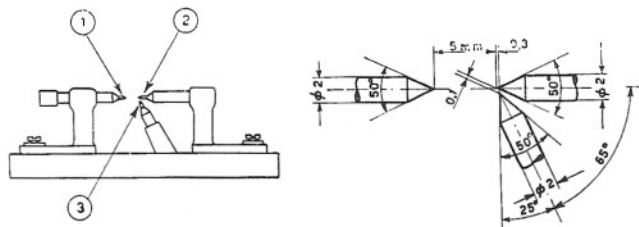

Fig. 12/D - Spinterometro a 3a. punta ionizzatrice
- Un circuito A. T. comprendente lo spinterometro a terza punta ionizzatrice (fig. 12 D.).
— **Prova al minimo:** Facendo ruotare il volano a 150 giri/1', con la luce inserita e con 5 m/m di distanza spinterometrica (ved. fig. 12/D) si deve ottenere almeno l'85% di scariche allo spinterometro.